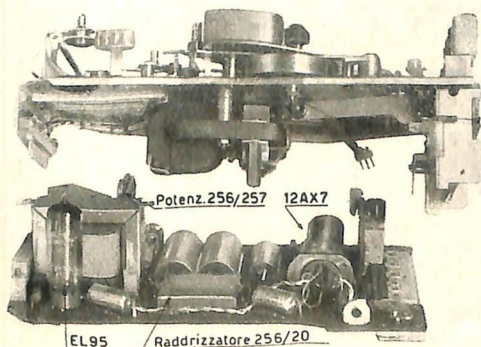

Fig. 8
Taratura dell'indicatore del livello di registrazione. - La resistenza semifissa (267) serve per la taratura dell'indicatore del livello di registrazione. Essa viene regolata in fabbrica in sede di collaudo e non è quindi necessario, normalmente, ritoccarne la regolazione; nel caso però in cui, per sostituzione delle valvole o per altri motivi, le variazioni luminose fossero insufficienti od eccessive si operi come segue (fig. 8):